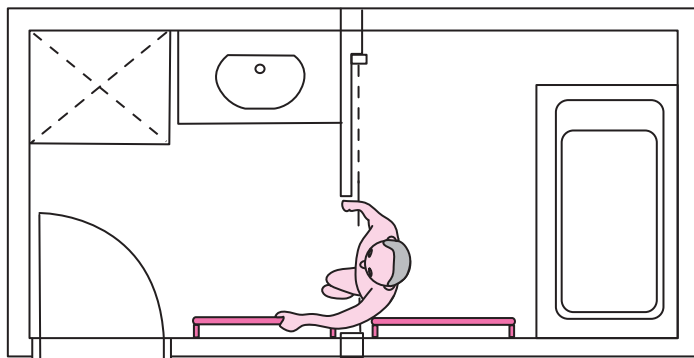

図 7-3 片手で把持する場合
- 片手で把持すると左右どちらの脚からでも昇降できます。(図 7-3)